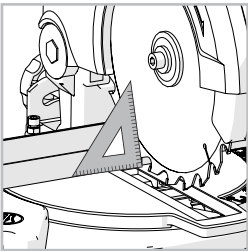

Fig. 8
- Posizionare la squadra graduata sul tavolo, facendo in modo che l'estremità corta poggi sul tavolo e l'altra estremità sulla lama di taglio (non sulle punte TCT). **(Fig. 8)**